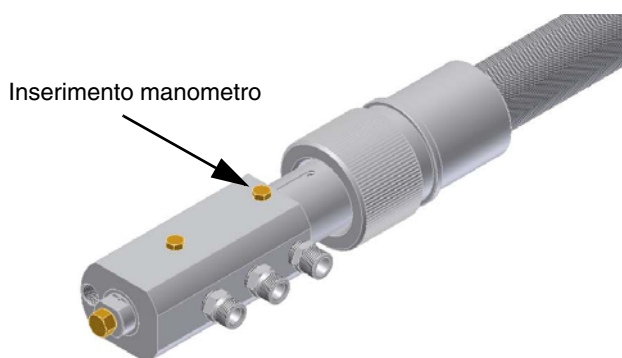

Fig. 18
- 7 La pressione di alimentazione ugello è già pre-tarata in fabbrica e non deve essere cambiata. Solo se necessario, regolare la pressione di alimentazione (vedi relativo paragrafo) nel modo seguente: inserire un manometro nella posizione indicata in Fig. 18 agire sulla vite di regolazione **VR** della pompa (vedi Fig. 17 e pag. 14) fino ad ottenere una pressione all'ugello pari a 25 bar (ugelli Fluidics/Bergonzo - vd. grafici a pag. 22);